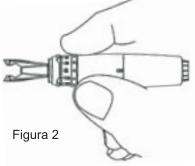

Figura 2
- Aponte o RoboMarker diretamente para o olho do paciente, até que as extremidades de marcação da RoboTip estejam a uma distância de aproximadamente 3 cm (1 polegada) da córnea. Coloque cuidadosamente o seu dedo indicador sobre o bordo proximal do regulador giratório para impedir qualquer movimento rotativo adicional. (Consulte a Figura 2 abaixo)